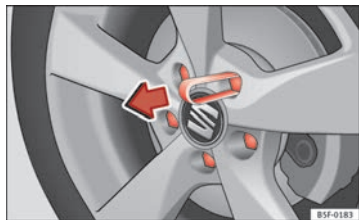

Fig. 166 Roda: parafusos da roda com capas de protecção
- Encaixe a pinça de plástico (ferramenta de bordo) na capa de protecção até que encaixe ⇒ Fig. 166.